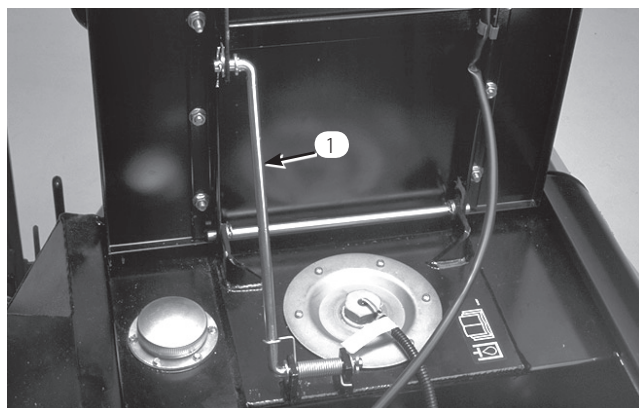

図 18
2. シートとサポートを持ち上げ、支持棒で保持する(図18)。